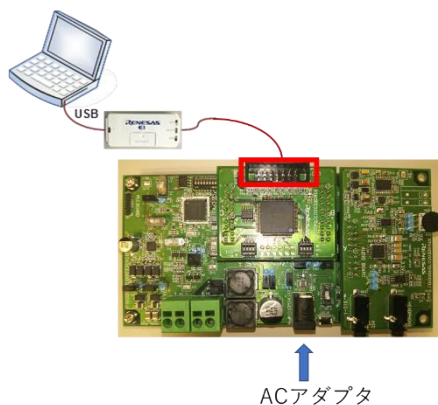

Figure 3-2 E1 エミュレーター - RX651 MCU ボード接続構成
3.2.4OCD コネクタ(CN12)は、RX651 MCU ボードに実装されているマイコン(RX651)と E1 エミュレーターを接続するためのコネクタです。E1 エミュレーターを介して開発ツールと接続する場合、ターゲット電源は「ユーザ電源供給」で動作する設定にし、PLC ボードにライン給電もしくは外部電源供給を行ってください。E1 エミュレーターとの接続構成を Figure 3-2 に示します。また、OCD コネクタ(CN12)の端子情報を Table 3-8 に示します。